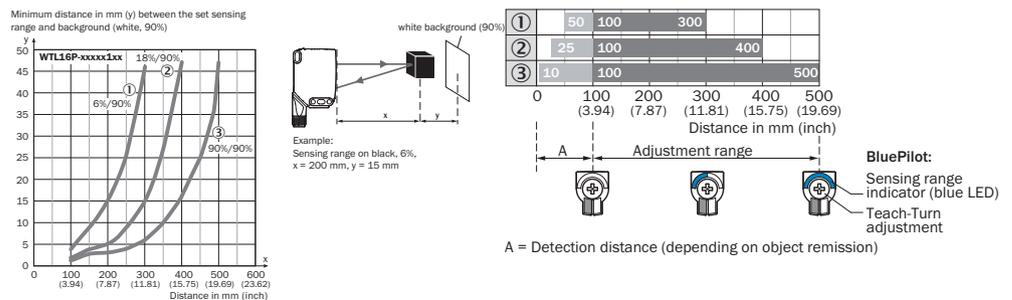
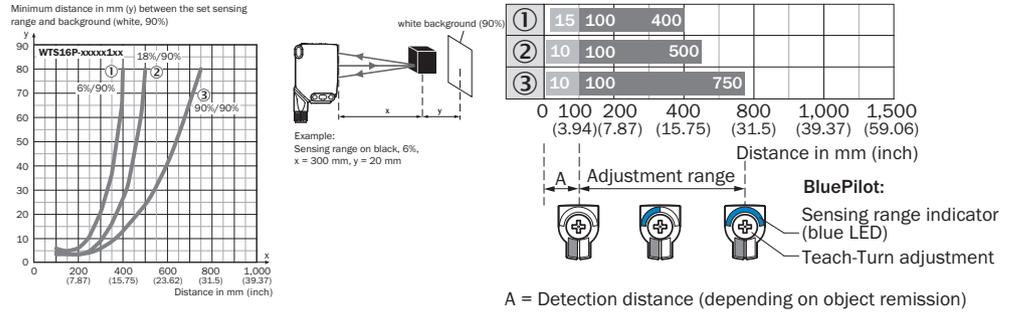

Figura 76: Curva característica 1, WTL16 Bluetooth-xxxxx1xx, luz roja
Figura 77: Curva característica 1, WTS16 Blue-tooth@-xxxxx1xx, luz roja
Comprobar las condiciones de aplicación: comparar la distancia de conmutación y la distancia respecto al objeto o al fondo, así como la capacidad de reflectancia del objeto, con el diagrama correspondiente [véase figura 76, figura 77] (x = distancia de conmutación, y = distancia mínima entre la distancia de conmutación ajustada y el fondo [blanco, 90%]). Reflectancia: 6% = negro ①, 18% = gris ②, 90% = blanco ③ (referido al blanco estándar según DIN 5033). Recomendamos realizar los ajustes con un objeto de reflectancia baja.
La distancia mínima (= y) para la supresión del fondo puede calcularse a partir del diagrama [figura 76 ①] del modo siguiente: